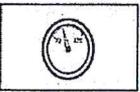

Fig.4
5. Regule la presión del aire hasta obtener 70 PSI (13.8 bar) y un enganche hembra. (Vea Fig.4)